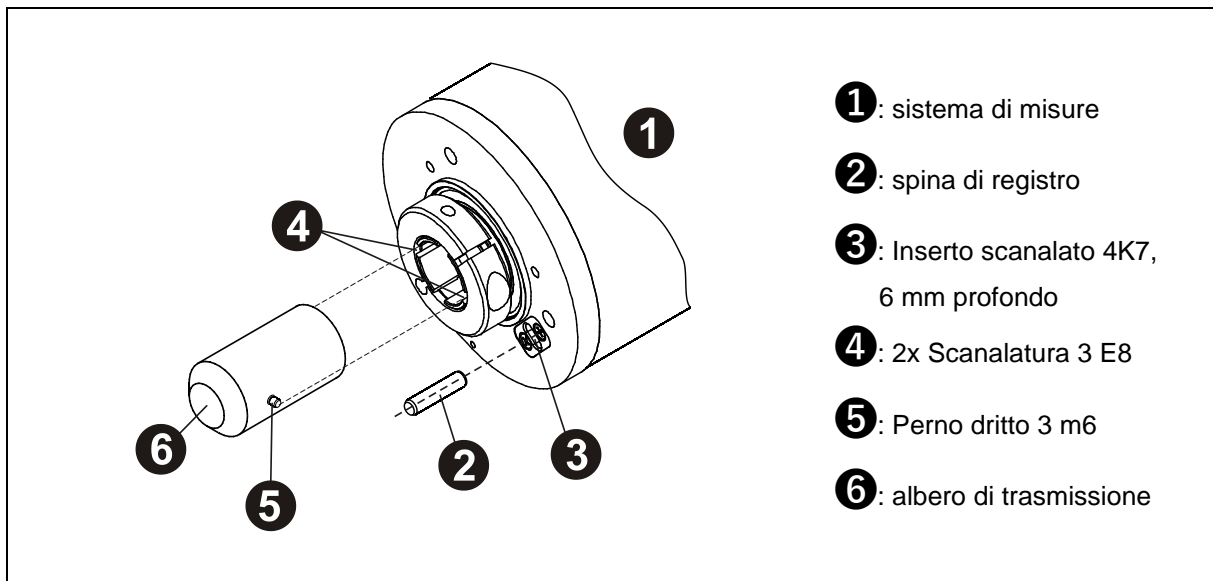

Figura 11: accoppiamento geometrico
- Lo slittamento radiale del sistema di misurazione sull'albero di trasmissione deve essere impedito mediante accoppiamento di forma ricorrendo a una combinazione cava/chiavetta; il sistema di misurazione deve essere fissato mediante una spina di registro sul lato accoppiamento, vedere Figura 11. La spina di registro deve sporgere almeno 4 mm all'interno dell'inserto per cava